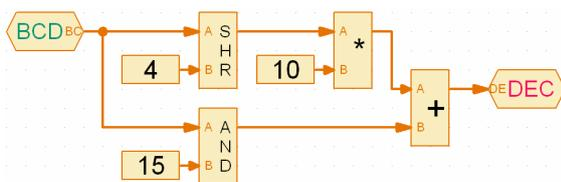

Abb. 6: Wandlung einer 8-Bit-BCD-Zahl in einen zweistelligen Dezimalwert
Anschließend sind Minuten-, Stunden- und Datumsangaben noch aus dem BCD-Format in eine Dezimalzahl zu konvertieren. Jeweils vier BCD-Bits bilden dabei den Wert einer Dezimalstelle. Besonders schnell gelingt die Konvertierung mit Bit-Operationen: Die Zehnerstelle erhält man, indem man den Variablenwert zunächst um vier Bits nach rechts shiftet und die so erhaltenen Bits 5-8 mit 10 multipliziert; die Einerstelle erhält man aus den unteren vier Bits – dazu wird die Variable mit dem binären Wert 1111 (15) bitweise AND-verknüpft (Unterprogramm „BCD2DEC“, siehe Abb. 6).